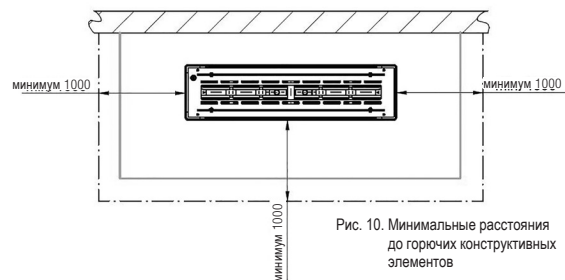

Рис. 10. Минимальные расстояния до горючих конструктивных элементов
устройство — на стене или на полу. При этом необходимо соблюдать безопасные расстояния. (Рис. 10. Область излучения). Не закрывайте отверстия задней вентиляции. Горелка устанавливается в предусмотренную для этого монтажную раму устройства Quadra Inside Automatic I SL или II SL.
- Запрещается ставить или класть какие-либо горючие предметы на поверхность ebios-fire Quadra Inside Automatic I SL и II SL. Запрещается сушить белье на мебели. Сушилки для белья можно устанавливать только за пределами зоны излучения (рис. 10)! **Опасность пожара!**